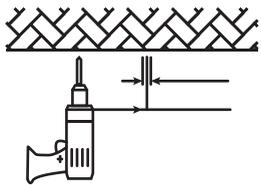

Figure 5
3. En utilisant le support de montage à étrier comme modèle, marquer et percer des trous dans le plafond ou toute autre structure solide à laquelle le luminaire sera fixé. (Voir figure 5)